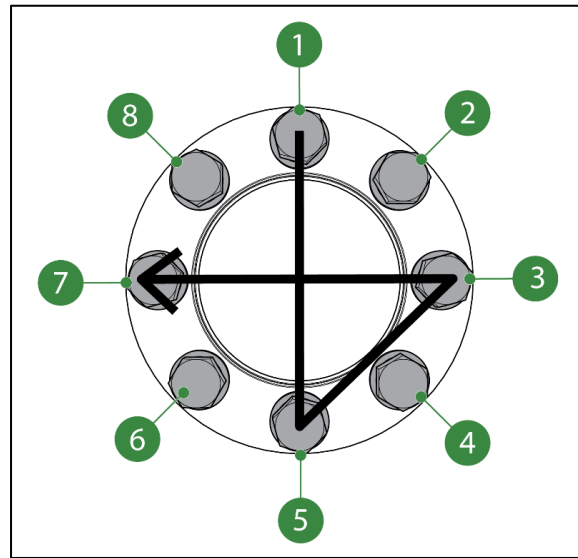

Figure 3-3 : Schéma de serrage des boulons
Figure 3-3 : Système d'intégration à la tuyauterie avec 3 orifices : 1 capteur à ultrasons (US) (à droite), 1 capteur de température (en haut) et 1 capteur de conductivité (en bas)